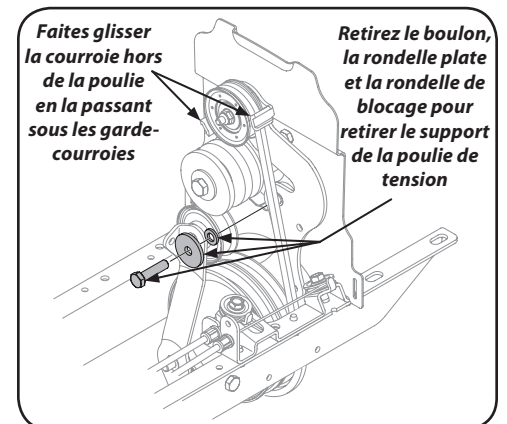

Figure 5-6
5. Retirez le boulon de 5/16-24, la rondelle plate et la rondelle de blocage qui fixent le support de la poulie de tension, puis retirez le support. Voir Figure 5-6.